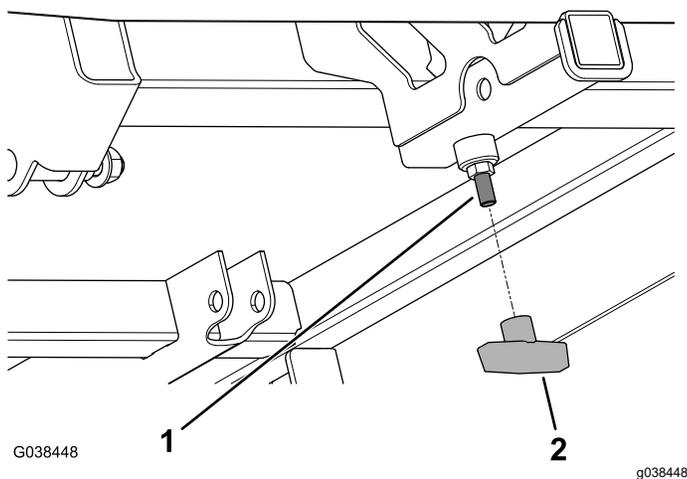

Figura 9
7. Instale a pega em T no parafuso de cabeça de tremoço (Figura 9).